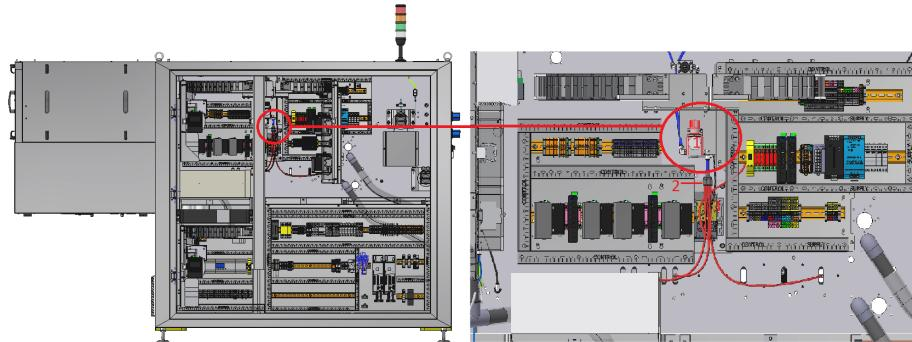

FIGURE 27.1 – Machine VT2-L. 1 : Régulateur de pression et manomètre. 2 : Sortie d'air
- Repérer le régulateur de pression à l'intérieur de l'armoire de la VT2-L, voir Fig. 27.1.